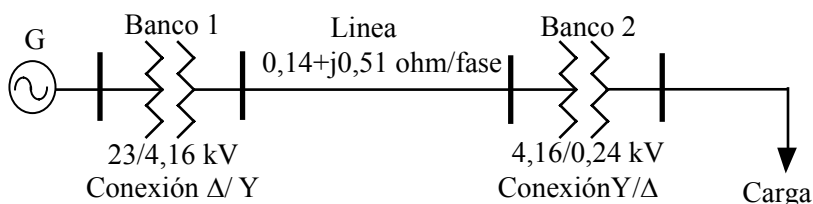

Figura 3.2
3.15.- Una carga consume potencia suministrada por el sistema trifásico que se muestra en la Figura 3.2. El banco trifásico N° 1 está formado por tres transformadores monofásicos cuya impedancia equivalente se puede suponer puramente reactiva y de valor $Z_{eq}=jX$ ohm. El banco N° 2 también está formado por tres transformadores monofásicos de 1/3 MVA cada uno, con $Z_{eq1}=0,145+j0,78$ ohm. ¿Cuál sería el valor límite de la impedancia de cada transformadores monofásico del Banco N° 1 si la regulación de voltaje del sistema completo debe mantenerse en un 10% para plena carga (1 MVA), a 240 Volt y Factor de Potencia 0,9 inductivo?. Refiera el valor calculado al lado de 23.000 Volt.